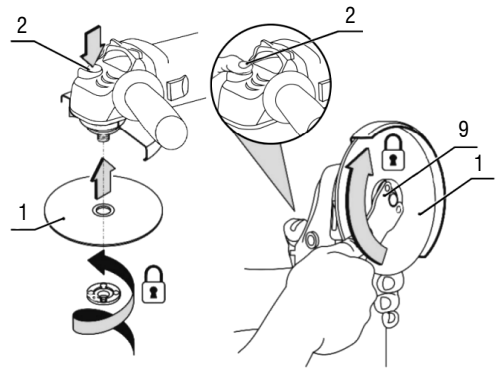

Fig. 8 – Cambiando el disco
6. Coloque la tuerca en el eje y apriétela con la llave (9), Fig. 8;